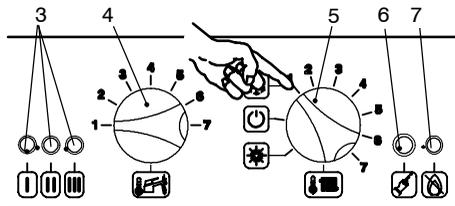
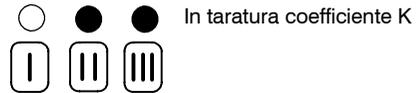
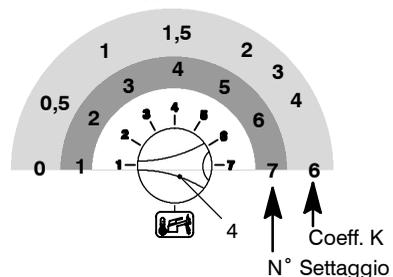
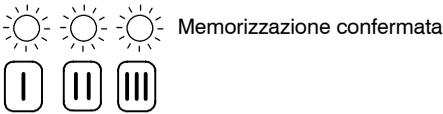

fig. 5.22
fig. 5.23
fig. 5.25
fig. 5.26
- 1 Alimentate elettricamente la caldaia azionando l'interruttore bipolare previsto nella installazione; la lampada di segnalazione 3 in fig. 5.22 lampeggia ogni 4 secondi.
- 2 Posizionare il selettore 5 come indicato in fig. 5.22; la lampada di segnalazione 3 lampeggia ad intermittenza circa ogni 2 secondi.
- 3 Tenere premuto il pulsante di ripristino 6 in fig. 5.22 per circa 10 secondi, la lampada di blocco 7 in fig. 5.22 inizierà a lampeggiare.
- 4 Per tarare il coefficiente *K* le spie di segnalazione 3 in fig. 5.22 devono essere visualizzate come in fig. 5.23 (legenda spie fig. 5.24)
- 5 Se non si visualizza questa sequenza premere il pulsante di ripristino 6 in fig. 5.22 tante volte fino alla visualizzazione (5 volte).
- 6 Per visualizzare il settaggio impostato tenere premuto il pulsante di ripristino 6 in fig. 5.22 per circa 5 secondi. Le spie di segnalazione 3 in fig. 5.22 lampeggeranno un numero di volte pari al settaggio (fig. 5.25)
- 7 Per cambiare il settaggio ruotare la manopola regolazione temperatura sanitari 4 in fig. 5.22 e posizionarla nel valore di *K* desiderato (fig. 5.25 (nella figura es. manopola settata per **K1,5**), la lampada di segnalazione blocco 7 in fig. 5.22 lampeggia velocemente.
- 8 Per memorizzare il settaggio premere il pulsante di ripristino 6 in fig. 5.22 per circa 5 secondi, le spie di segnalazione 3 in fig. 5.22 lampeggiano tutte quante simultaneamente come in fig. 5.26 (legenda spie fig. 5.24)